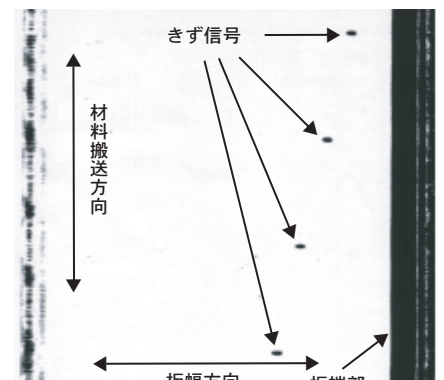

図4 超音波波形の可視化
- 得られた超音波波形を可視化することにより、きずの板幅方向の位置測定が可能となります(図4)。